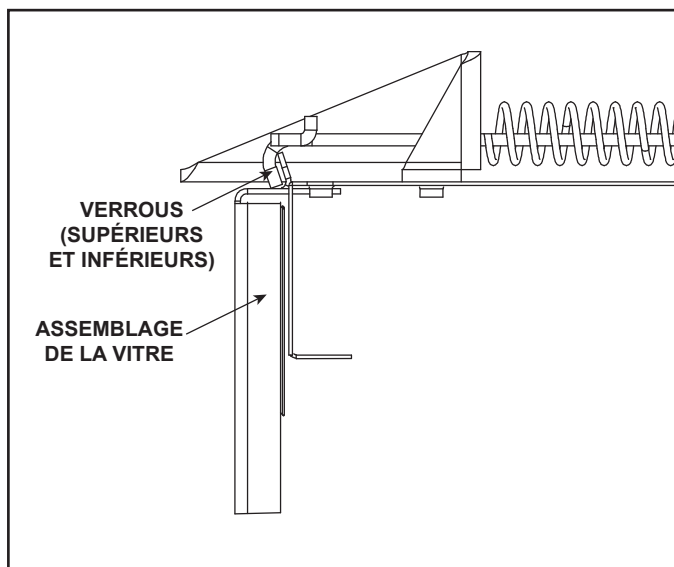

Figure 11.1 Panneau de verre fixe
- Sortez les quatre verrous du panneau de verre fixe hors de son cadre. Enlevez le panneau de verre fixe de l'appareil. Voir la figure 11.1.